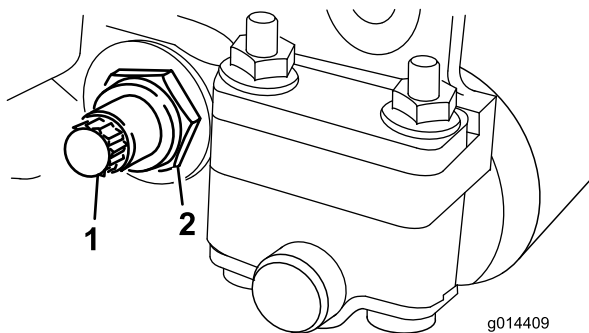

Bild 20
3. Lösen Sie an jeder Seite der Maschine die Klemmmutter, mit der die Schraube des Untermesserträgers befestigt ist (Bild 20).
4. Nehmen Sie jede Schraube des Untermesserträgers ab, damit der Untermesserträger nach unten gezogen und von der Maschine entfernt werden kann (Bild 20). Bewahren Sie die zwei Nylon- und die